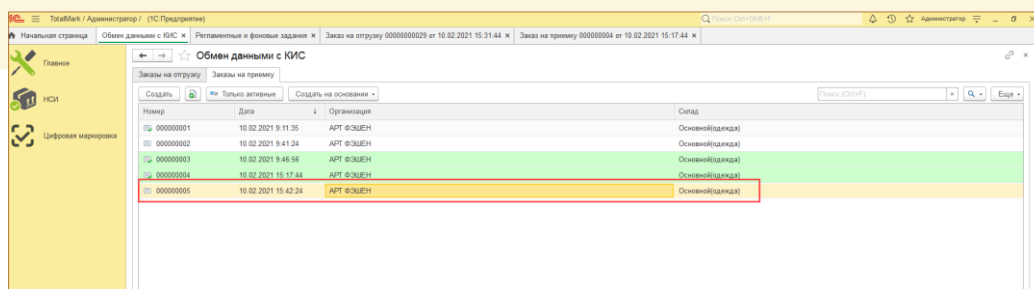

Рис. 10-9 - Работа с Заказом на приемку в Total Mark
- 3.2. В списке документов найти и открыть нужный Заказ (Рис. 10-9);